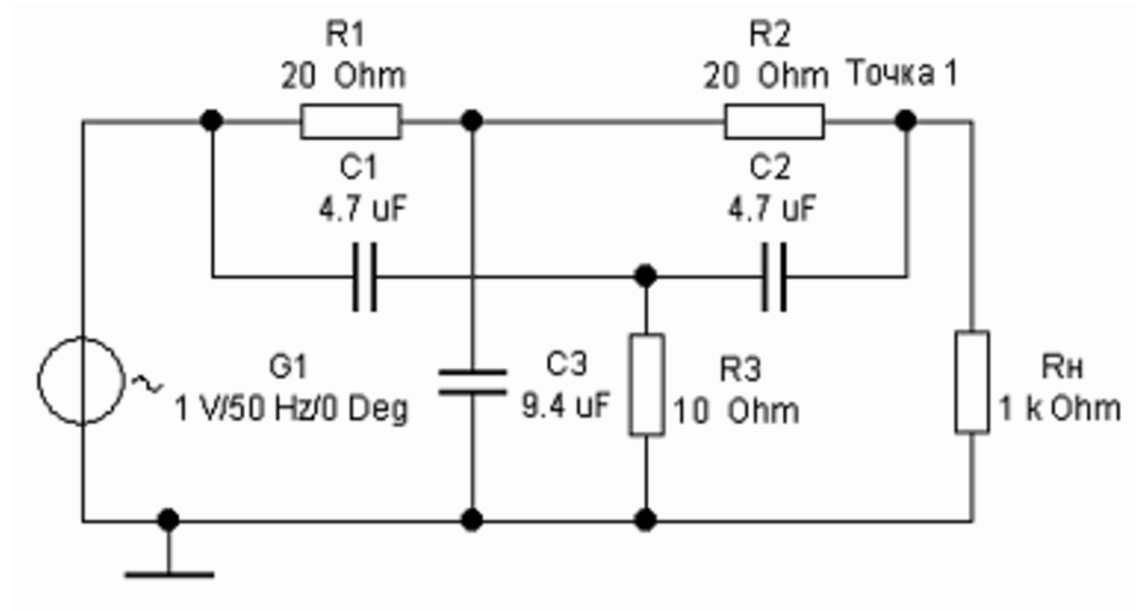

Рисунок 1 – Схема для исследования двойного Т-образного моста.
7. Установить в схеме (см. рисунок 1) номиналы элементов, полученные при расчете, и провести исследования по рассмотренному образцу.